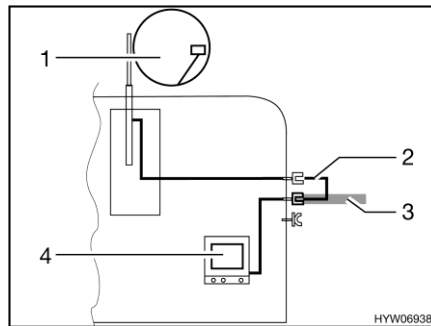

Fig. 134 TV dans le véhicule
- TV dans le véhicule (Fig. 134,4) : Raccord à l'antenne sur le toit (Fig. 134,1) avec câble d'alimentation (Fig. 134,2)
- TV dans le véhicule (Fig. 134,4) : Raccord à l'antenne extérieure (Fig. 134,3)